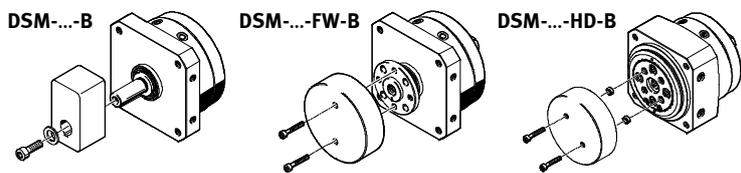

Fig. 9
- Закрепите перемещаемую нагрузку на выходном валу (вал со шпонкой/вал с фланцем/поворотный стол) (Fig. 9)